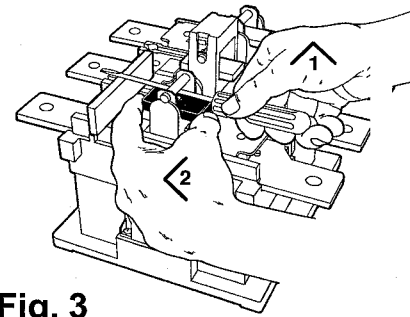

Fig. 3
- 3TK14 - 18 (Fig.3) Moving main contacts: Lift the respective clamp and press the contact into neutral position.
- 3TK14 - 18 (Fig.3) Bewegliche Hauptschaltstücke: Hebe den jeweiligen Haltebügel und schiebe das Kontaktstück heraus, so daß es entfernt werden kann.
- 3TK14 - 18 (Fig.3) Pou enlever les contacts principaux: Soulever le porte contacts avec un tournevis en utilisant un contact d'arc comme cale puis pousser le contact principal en position déverrouillée et le sortir.
- 3TK14 - 18 (Fig.3) Rörliga huvudkontakter: Lyft upp respektive bygel och skjut kontakten i friläge.
- 3TK14 - 18 (Fig.3) Contatti mobili principali: sollevare i rispettivi morsetti e spingere il contatto nella posizione neutra.
- 3TK14 - 18 (Fig.3) Extrayendo los contactos principales: extraiga la abrazadera respectiva y desplace el contacto a la posición de punto muerto.